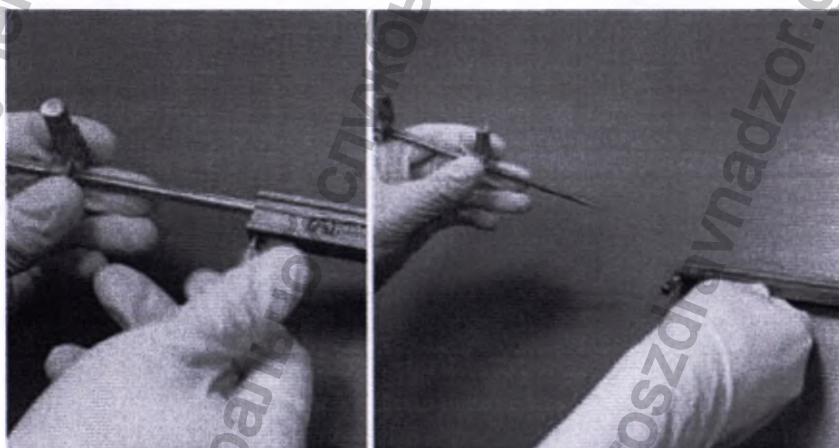

Рисунок 80: Извлечение держателя глубинного электрода DBS из линейки
9. извлеките держатель глубинного электрода DBS из линейки (рис. 80). Длина глубинного электрода DBS корректно настроена.